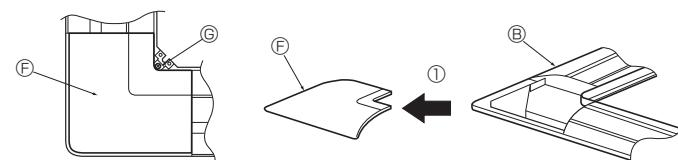

Fig. 8-4
8.2.2. Πώς αφαιρείται το γωνιακό πλαίσιο (Fig. 8-4)
- Αφαιρέστε τη βίδα από τη γωνία του γωνιακού πλαισίου. Σύρατε το γωνιακό πλαίσιο όπως δείχνει το βέλος ① για να το αφαιρέσετε.